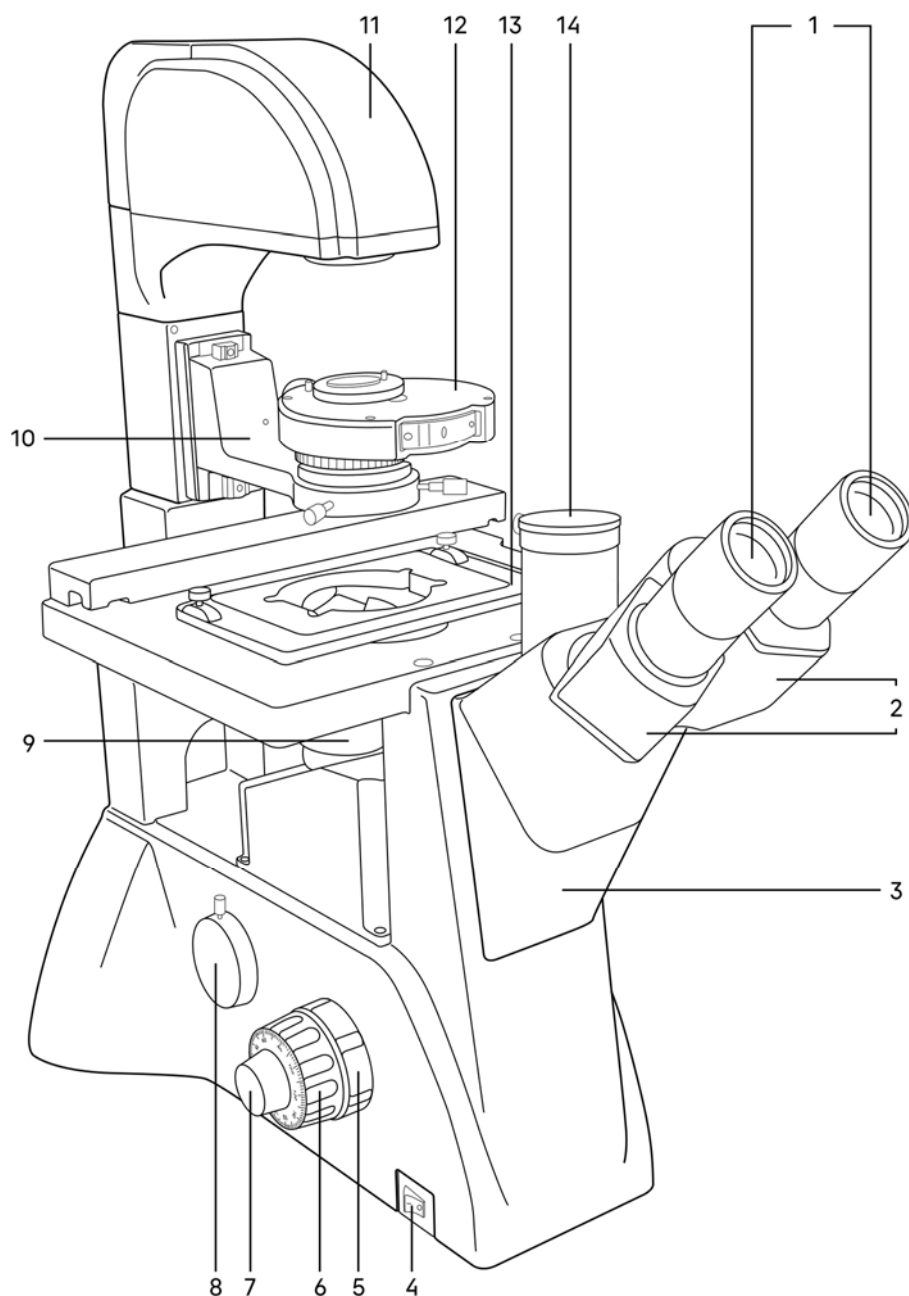
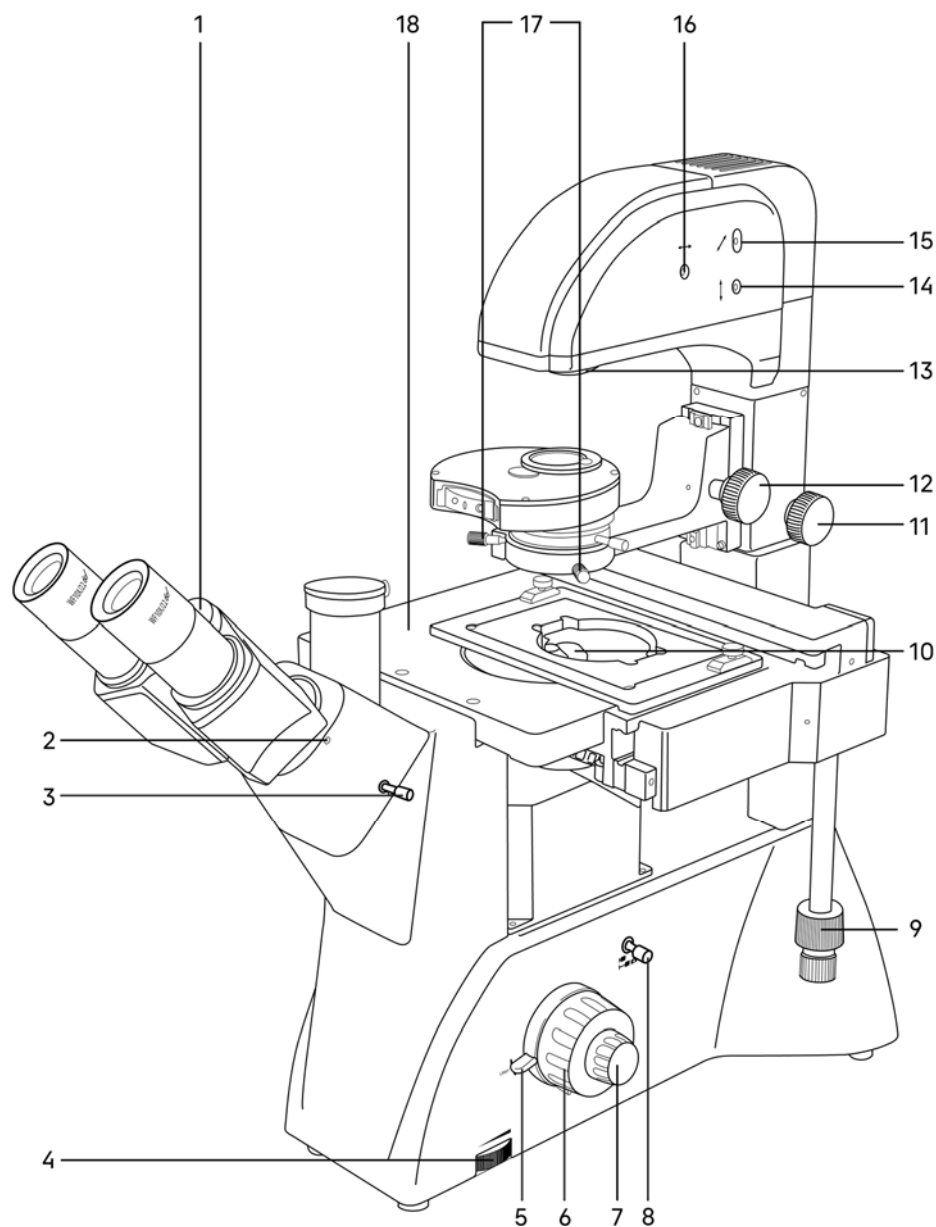

Рис. 1. Микроскоп MAGUS Bio V350. Вид слева
Рис. 2. Микроскоп MAGUS Bio V350. Вид справа
Общий вид микроскопа представлен на рис. 1 и 2.
Штатив имеет устойчивую эргономичную конструкцию. На штативе 3 (рис. 1) микроскопа закреплены:
- револьвер 9 (рис. 1) с объективами;
- предметный столик 18 (рис. 2);
- кронштейн конденсора 10 (рис. 1);
- осветитель 11 (рис. 1);
- визуальная насадка 2 (рис. 1).
На левой боковой поверхности штатива расположен выключатель 4 (рис. 1) сетевого напряжения. В положении «–» включается, а в положении «0» выключается сетевое напряжение.
На правой боковой поверхности штатива расположен диск 4 (рис. 2) для регулировки напряжения питания источника света.
На левой боковой поверхности штатива расположен канал визуализации 8 (рис. 1) для установки камеры. Микроскоп укомплектован адаптером C-mount 1x, который устанавливается в этот канал и закрепляется в нем винтом. На адаптер устанавливается камера. Камера служит для вывода изображения на экран компьютера или монитор/телевизор.
Фокусировка на объект осуществляется перемещением по высоте револьверного устройства с объективами. Грубая фокусировка производится вращением коаксиальных рукояток 6 (рис. 1, 2), расположенных по обеим сторонам штатива.
Тонкая фокусировка производится вращением рукояток 7 (рис. 1, 2), расположенных по обеим сторонам штатива. Тонкая фокусировка требуется для более точного фокусирования на объект и для подфокусировки микроскопа на резкость изображения при смене объективов и препаратов.
Механизм регулировки жесткости хода грубой фокусировки 5 (рис. 1) – кольцо между штативом и рукояткой грубой фокусировки с левой стороны. С помощью кольца регулируется жесткость хода грубой фокусировки так, чтобы жесткость была комфортной для пользователя, но при этом револьвер с объективами не опускался самопроизвольно во время работы.
Рукоятка блокировки грубой фокусировки 5 (рис. 2) расположена с правой стороны. После завершения грубой фокусировки рекомендуется перевести рычаг в крайнее положение в направлении по часовой стрелке.
Тринокулярная визуальная насадка обеспечивает визуальное наблюдение изображения объекта. Насадка устанавливается в отверстие штатива 3 (рис. 1) и закрепляется винтом 2 (рис. 2). Насадку при установке повернуть тубусами 2 (рис. 1) вверх или вниз для удобства наблюдения в зависимости от роста пользователя.
Изменение межзрачкового расстояния в насадке осуществляется разворотом окулярных тубусов 2 (рис. 1) в пределах 48–75 мм. Значение расстояния, установленного в соответствии с глазной базой наблюдателя, отсчитывается по шкале 1 (рис. 2) на насадке.
В вертикальный тубус 14 (рис. 1) корпуса визуальной насадки (канал визуализации) с помощью переходника C-mount устанавливается система визуализации с монитором. Переключение светового потока на вертикальный тубус производится рукояткой 3 (рис. 2). Рукоятка имеет два положения: 100/0 и 50/50.
В комплект микроскопа входят окуляры 1 (рис. 1). Окуляры имеют высокое положение выходного зрачка и предназначены для работы как в очках, так и без них.
Револьверное устройство 9 (рис. 1) обеспечивает установку пяти объективов. Смена объективов производится вращением револьверного устройства за конусную рифленую поверхность до фиксированного положения.
Объективы 10 (рис. 2) рассчитаны на механическую длину тубуса «бесконечность». Парфокальная высота объективов составляет 45 мм, линейное поле зрения в плоскости изображения – 22 мм. Объективы длиннофокусные, рассчитаны на посуду с толщиной дна 1,2 мм.
Осветитель 11 (рис. 1) неподвижно закреплен на штативе микроскопа. Источник света – галогенная лампа 12 В/30 Вт юстируется относительно оптической оси и линзы коллектора тремя винтами 14, 15, 16 (рис. 2). В осветителе закреплен коллектор с полевой диафрагмой, которая регулируется в зависимости от увеличения объектива, введенного в оптическую ось.
Важная часть осветительной системы – конденсорное устройство. Кронштейн конденсора 10 (рис. 1) закреплен на штативе. Перемещение осуществляется ручкой 12 (рис. 2). В кронштейн установлено конденсорное устройство 12 (рис. 1). Тип крепления «под винт». Конденсор может быть использован для наблюдения по методу светлого поля и фазового контраста. Во вращающемся диске находятся кольцевые диафрагмы для работы с фазовыми объективами 10x, 20x, 40x и свободное отверстие для пропускания всего пучка света. Смена кольцевых диафрагм производится вращением диска за накатанную часть до фиксации. В окне кожуха конденсора появляется цифра, соответствующая увеличению применяемого фазового объектива, цифра «0» соответствует свободному отверстию. Под вращающимся диском расположена ирисовая диафрагма, которая позволяет настроить определенную апертуру для работы с объективами светлого поля. Для достижения большей контрастности можно воспользоваться светофильтрами, входящими в комплект микроскопа. Светофильтры устанавливаются в откидную оправу конденсора.
Центрировка конденсора в оптической оси осуществляется винтами 17 (рис. 2).
При работе с высокой посудой конденсорное устройство можно вывести из оптической оси. Ручка 11 (рис. 2) служит для фиксации устройства.
Предметный столик 18 (рис. 2) закреплен неподвижно на штативе. К столику прикреплено устройство, которое обеспечивает перемещение объекта в двух взаимно перпендикулярных направлениях. Перемещение осуществляется с помощью рукояток 9 (рис. 2), расположенных на одной оси.